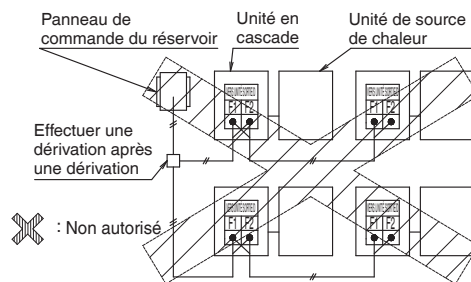

Fig. 3
- Il n'est pas possible d'avoir des dérivations successives (voir Fig. 3)